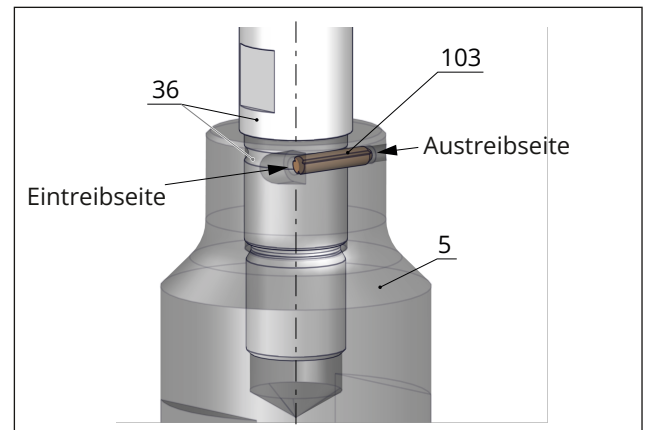

Bild 28: Sicherungsstift zwischen Kegel und Kegelstange bzw. Kolben und Kolbenstange (Prinzipdarstellung)
Kegel und Kegelstange sind miteinander verschraubt. Um ein ungewolltes Losdrehen des Kegels von der Kegelstange zu vermeiden, wird die Verbindung der beiden Bauteile mit einem tangential eingesetzten Stift zusätzlich gesichert, vgl. Bild 28. Zum Wechseln des Kegels wie folgt vorgehen:
1. Kegel (5) fest in einen Schraubstock einspannen.
2. Den Sicherungsstift (103) mit einem geeigneten Werkzeug (Dorn) von der Austreibseite her aus dem Kegel herausschlagen, vgl. Bild 28.
3. Die Kegelstange (36) mit einem geeigneten Werkzeug vom Kegel (5) abschrauben.
5. Neuen Kegel (5) fest in einen Schraubstock mit Schutzbacken einspannen. Sicherstellen, dass der Kegel dabei nicht beschädigt wird.
6. Kegelstange (36) in den Kegel (5) einschrauben und mit einem geeigneten Werkzeug anziehen. Anzugsmoment beachten.
7. Neuen Sicherungsstift (103) von der Eintreibseite her in die Bohrung des Kegels einsetzen und bis zum Anschlag mit einem geeigneten Werkzeug (Dorn) eintreiben.